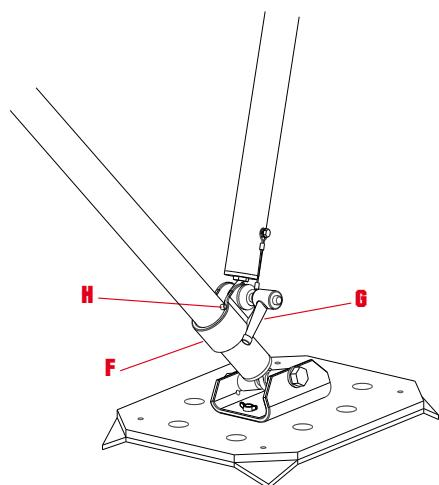

fig. 6
e) Placer les colliers (F) contre la goupille élastique (H) et les fixer à l'aide du levier de blocage (G) - (fig. 6).